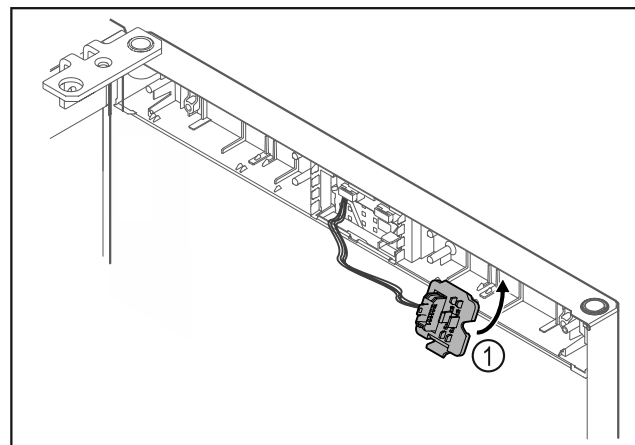

Fig. 12
- ▶ Зафиксируйте держатель штекера Fig. 12 (1) на противоположной стороне.*